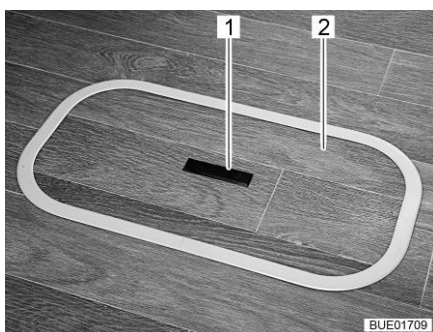
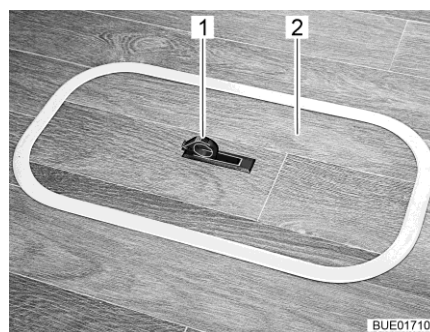

Fig. 69 Couvercle compartiment dans le plancher (poignée encastrée)
Fig. 70 Couvercle compartiment dans le plancher (poignée pivotée vers l'extérieur)
- Pousser la plaque de la poignée (Fig. 69,1) vers le bas d'un côté. La poignée (Fig. 70,1) pivote vers le haut.
- Tirer le couvercle (Fig. 69,2 et Fig. 70,2) vers le haut pour le retirer.